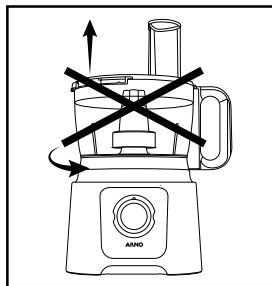

fig. 2c
- Nunca retire a tigela (b3) com os acessórios montados (fig. 2c).